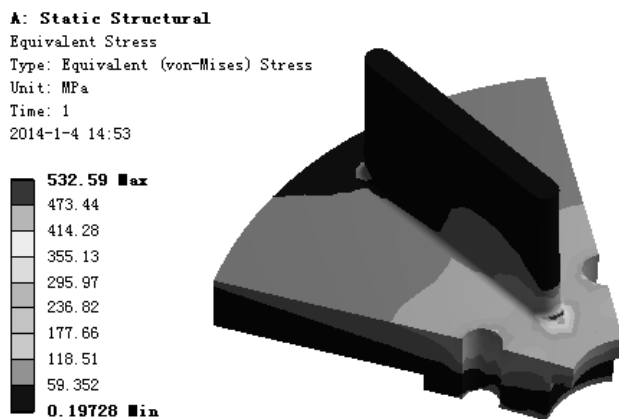

图 9.2.13 应力结果图解
(1) 求解分析。在顶部工具栏中单击 **Solve** 按钮求解分析。
(2) 查看应力结果图解。在“Outline”窗口中选中 **Equivalent Stress**，查看图 9.2.13 所示的应力结果，其最小应力为 0.19728 MPa，其最大应力为 532.59 MPa。